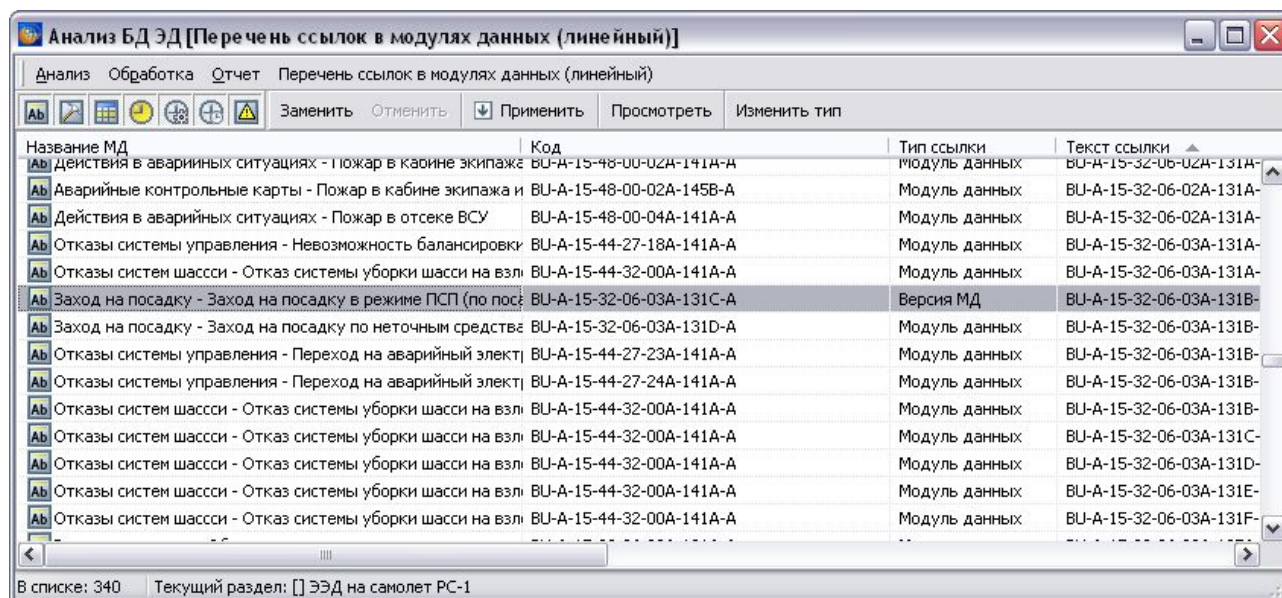

Рис. 8.151
4. Нажмите на кнопку **Применить**. После этого *система* проведет анализ и откроет окно с результатами анализа (Рис. 8.151).